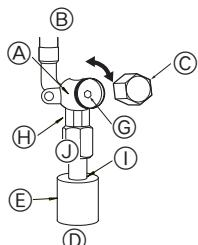
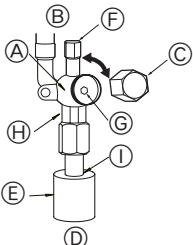

Fig. 4-5
Fig. 4-6
(1) Gasside på P100-P140 (Fig. 4-5)
- ① Fjern dækslet, og drej ventilspindlen mod uret så langt som muligt vha. en 5 mm sekskantet skruenøgle. Stop med at dreje, når den når stopperen (ø15,88: ca. 13 omgang)
- ② Kontroller, at stopventilen er helt åben og drej hætten tilbage til den oprindelige position.
- (2) Væskeside på P100-P140 (Fig. 4-6)
- ① Fjern dækslet, og drej ventilspindlen mod uret så langt som muligt vha. en 4 mm sekskantet skruenøgle. Stop med at dreje, når den når stopperen (ø6,35: ca. 4,5 omgang; ø9,52: ca. 10 omgang).